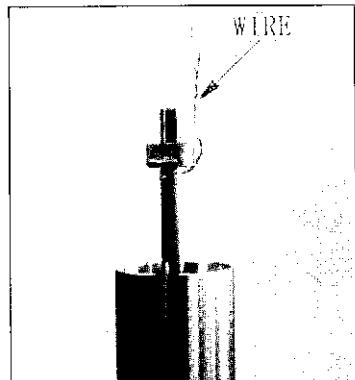

Fig. 8
- 19) Sollevare l'asta del pistone con l'aiuto del filo di ferro (Fig. 8).